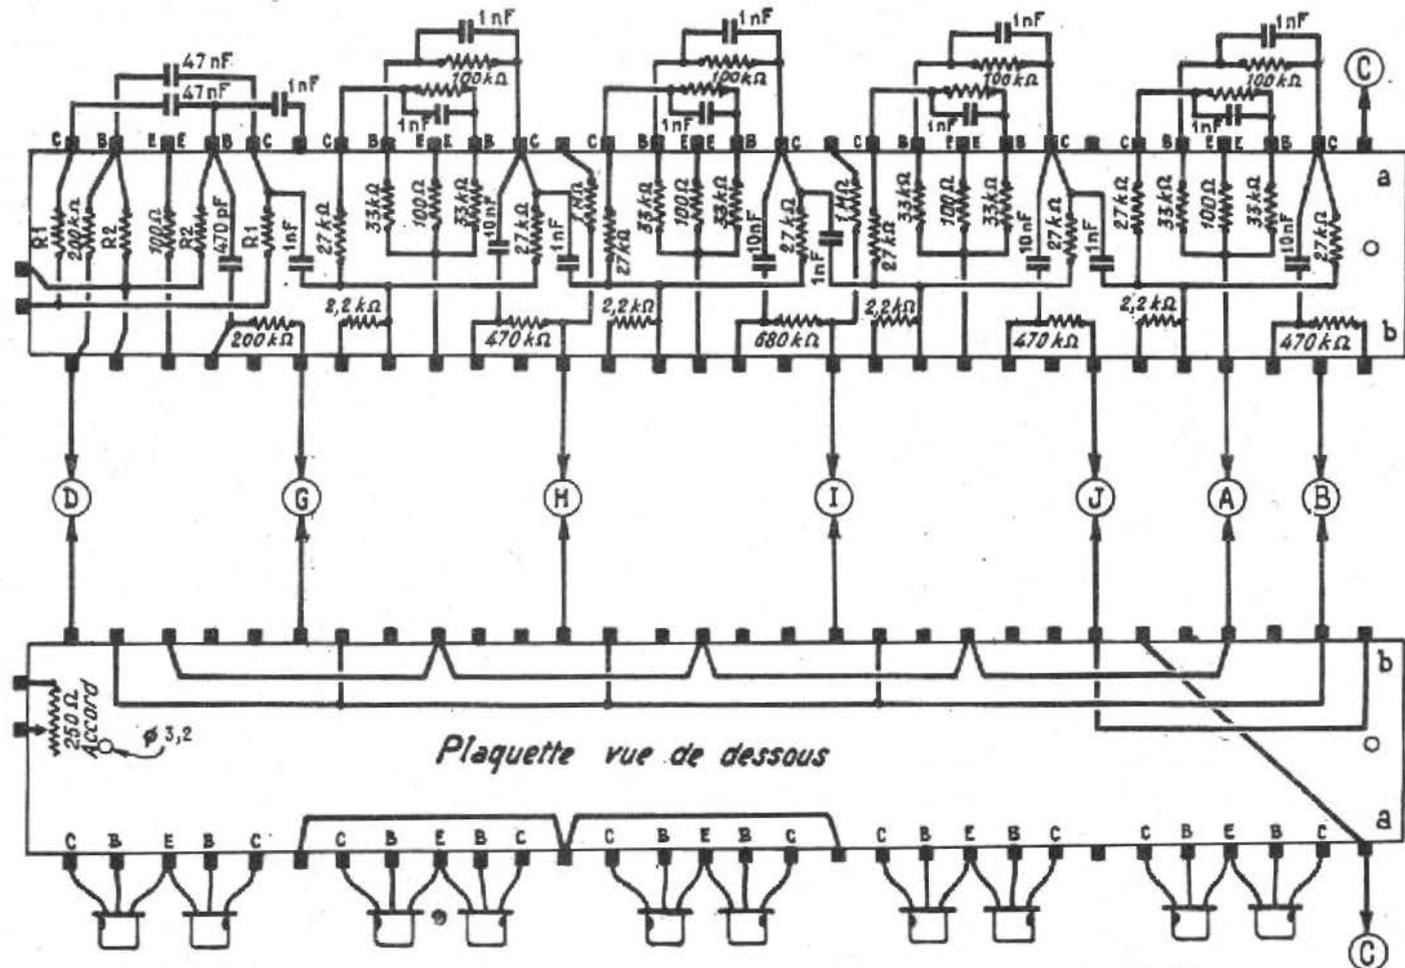

FIG. 10. — Câblage de 11 plaquettes du générateur de notes, chaque plaquette étant équipée de 10 transistors
La place la plus importante à l'intérieur de la mallette est occupée par les douze plaquettes génératrices de notes. Le câblage des onze plaquettes à dix transistors NR2 (transistors n-p-n pour machines à calculer) sera réalisé conformément au plan de la figure 10. Rappelons que ces onze plaquettes ne diffèrent que par les valeurs de R_1 et R_2 indiquées plus haut. Le
1) Câbler les douze plaquettes génératrices de notes suivant les plans des figures 10 et 11.